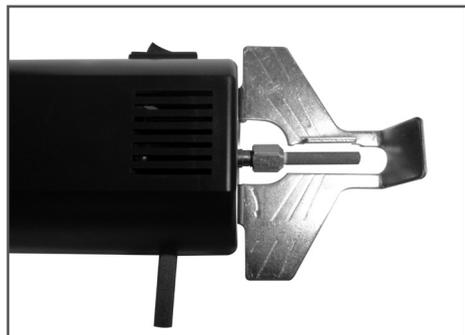

Рис.3 Фиксация вала электродвигателя
2. Определить диаметр заточного камня, необходимого для заточки (Таблица 1). Заменить (при необходимости) заточный камень. Для замены заточного камня вставьте другой заточный камень металлическим стержнем в отверстие корпуса (Рис.3) и застопорите вал электродвигателя. Отверните зажимную гайку комбинированным ключом. Замените камень. Затяните зажимную гайку.